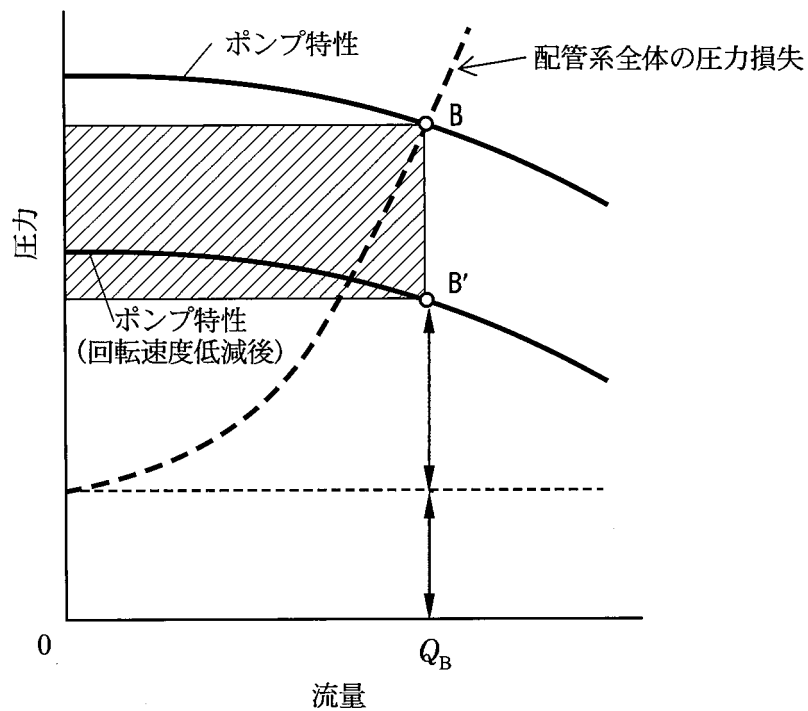

図4
2) 最近では、省エネルギーの観点から、調節弁の代わりにポンプの回転速度を で変えることで流量を制御する回転速度制御が採用されることが増えてきている。それを図4に示す。
理論的には、ポンプの吐出圧は回転速度の 乗に比例し、ポンプの軸動力は回転速度の3乗に比例する。よって、ポンプの回転速度を変化させて流量を調整することは、ポンプの軸動力の削減につながり省エネルギーとなる。図4において、調節弁による運転点 B と回転速度制御による運転点 B' から得られる斜線部の面積分が、回転速度制御による省エネルギー分に相当する。ただし、回転速度により吐出圧も影響されるので、 が大きいときには回転速度制御のメリットは少ない。